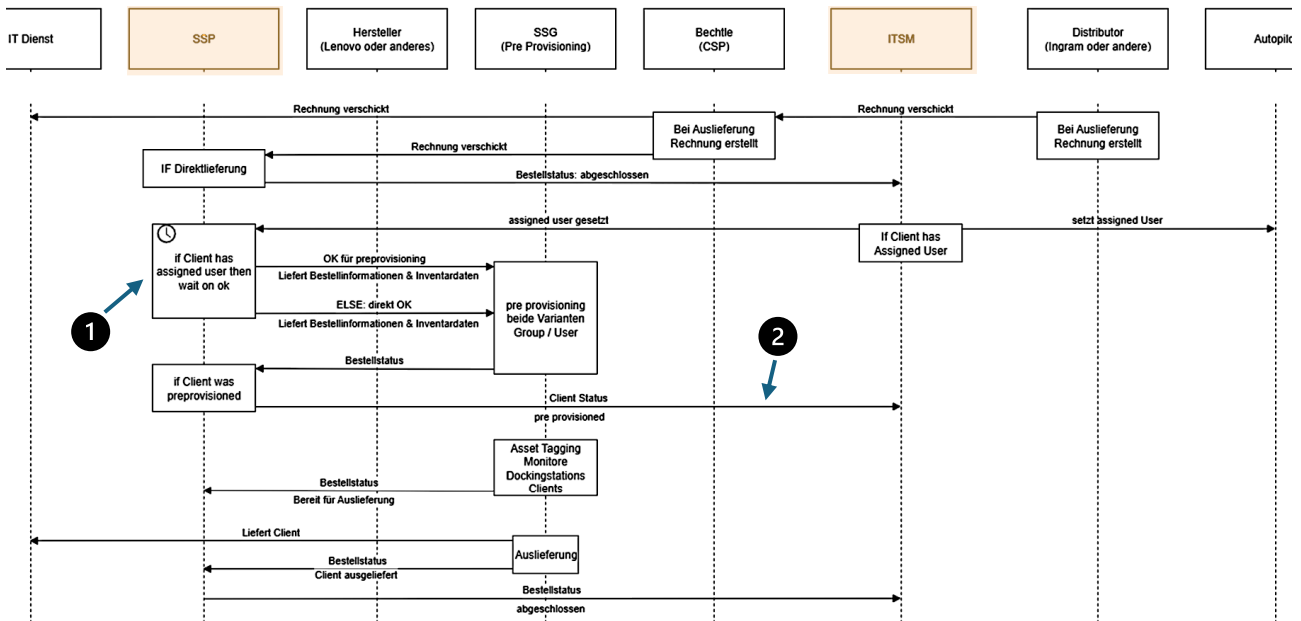

Abbildung 1: Unterer Bereich des Bestellprozesses
1. Im Diagramm «Bestellprozess», *Abbildung 1: Unterer Bereich des Bestellprozesses* auf Seite 8 wird im Rechtspfeil «Liefert Bestellinformation & Inventardaten» erwähnt.